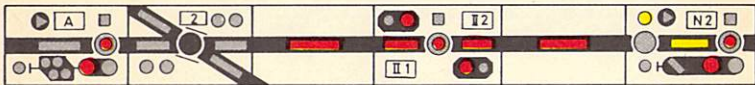

Bild 6
- (4) Die Festlegung des Zugdeckungssignals wird aufgehoben, wenn die letzte Weiche des Einfahrwegs aufgelöst und der Abschnitt vor dem Zugdeckungssignal besetzt ist (vgl. Bild 6).